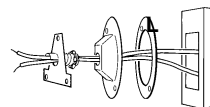

Fig. 3
Paso 3: Atornille la tuerca de seguridad (que se encuentra en la bolsa de accesorios) en el extremo roscado del adaptador de la placa de montaje. Coloque los cables de suministro desde la casa (que vienen a través del agujero de la placa de montaje del portalámparas) a través del agujero del adaptador de la placa de montaje (Fig. 3). El extremo roscado del adaptador de la placa de montaje debe quedar en dirección a la placa de montaje del portalámparas.